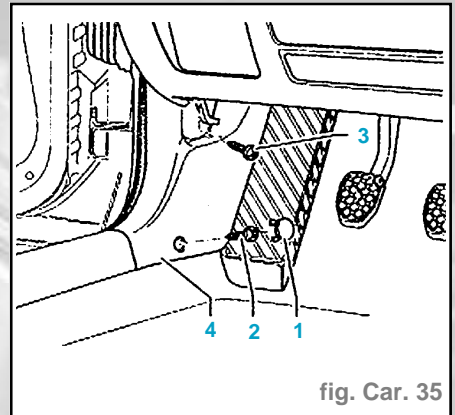

fig. Car. 35
- Dévisser la vis à six pans creux (1).
- Desserrer le dispositif de réglage en hauteur (2) du volant.
- Retirer le revêtement inférieur du commodo (3).
- Enlever le capuchon (1) en faisant levier. (fig. Car. 35)